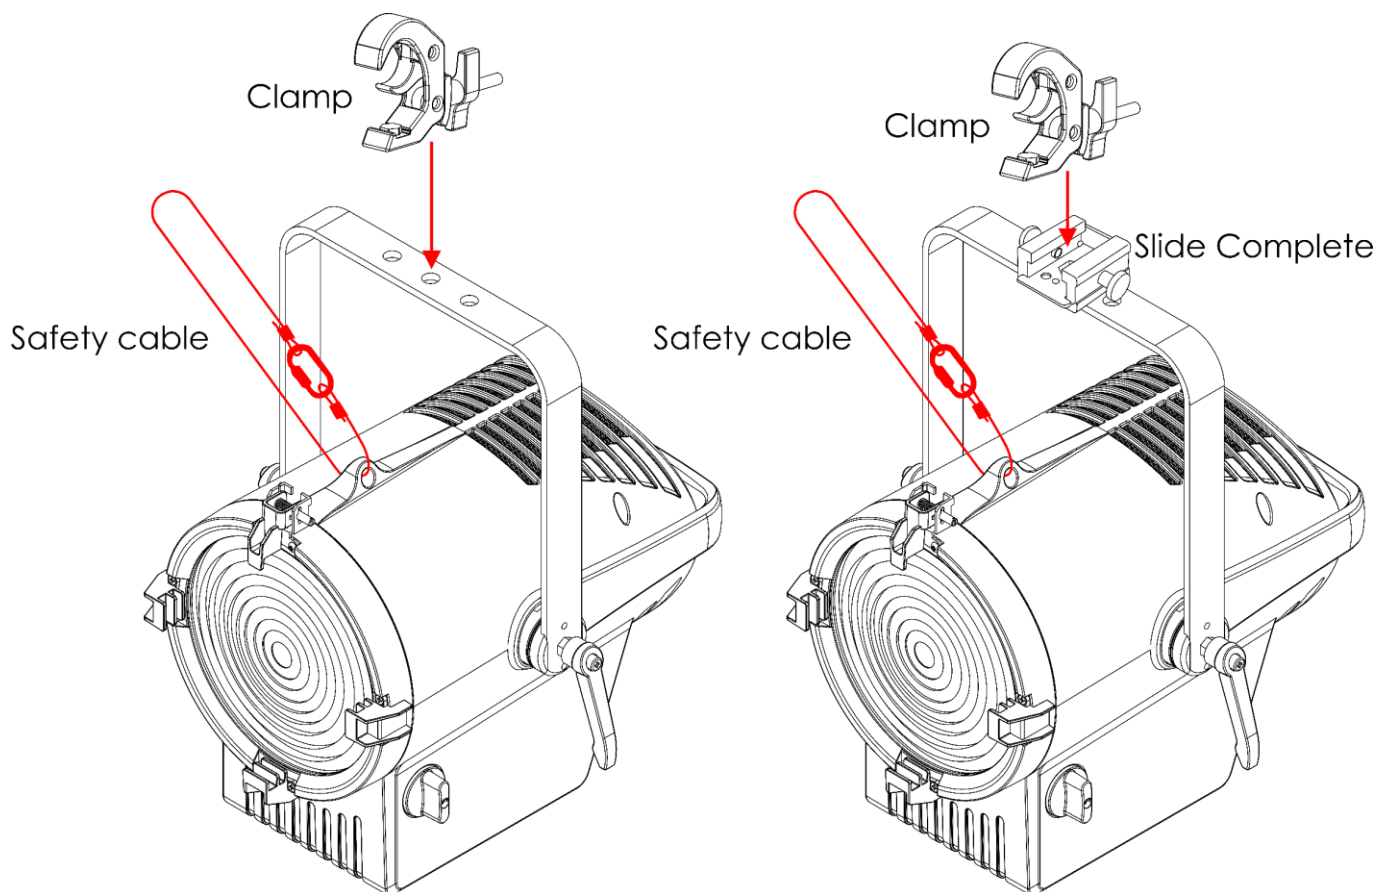

Fig. 07
- 01) Utilizzare un morsetto per fissare il dispositivo alla struttura di supporto, come mostrato nella Fig. 07. Accertarsi che il dispositivo non possa muoversi liberamente. A livello opzionale sarà possibile utilizzare lo Slide Complete per fissare il dispositivo.
- 02) Fissare il dispositivo con una sospensione secondaria, ad esempio un cavo di sicurezza. Accertarsi che la sospensione secondaria sia in grado di sostenere 10 volte il peso del dispositivo. Ove possibile, la sospensione secondaria dovrebbe essere fissata a una struttura di supporto indipendente dalla sospensione primaria. Far passare il cavo di sicurezza nell'**occhiello di sicurezza (07)**, come indicato nella Fig. 07.